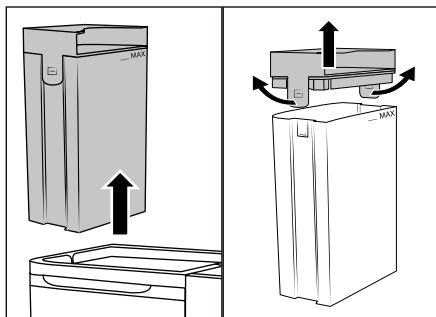

Fig. 5
(1) Umpleți rezervorul de apă curată ②  doar cu apă rece până la caldă de la robinet sau cu apă distilată. Nu folosiți apă clocotită. (2) Nu utilizați niciodată aparatul fără apă în rezervorul de apă curată ② . (3) Utilizați numai substanțe de curățare a tapițeriei care nu fac spumă, disponibile în comerț sau **detergent cu oțet LIDL W5**. Alte substanțe de curățare pot provoca defectarea aparatului. Vă recomandăm să adăugați trei linguri de **detergent cu oțet LIDL W5** la o umplere completă (1,7 litri) a rezervorului de apă curată ② . Dacă este necesar, creșteți treptat cantitatea de detergent cu oțet până când se obține rezultatul dorit.
- ◆ Prindeți rezervorul de apă curată ②  de mânerul capacului ① și scoateți-l din aparat în sus (a se vedea fig. 5).
- ◆ Trageți cele două bucle de prindere ușor în afară și scoateți capacul ① (a se vedea fig. 5).
- ◆ Umpleți aparatul cu apă de la robinet sau cu apă distilată și adăugați substanță de curățare a tapițeriei sau detergent cu oțet W5 dacă este necesar. În acest scop, respectați instrucțiunile de utilizare ale producătorului. Asigurați-vă că rezervorul de apă curată ②  este umplut cel mult până la marcajul MAX.
- ◆ Așezați capacul ① pe rezervorul de apă curată ②  și apăsați-l în jos până la cele două bucle de prindere se blochează.
- ◆ Țineți rezervorul de apă curată ②  de mânerul capacului ① și așezați-l în aparat.